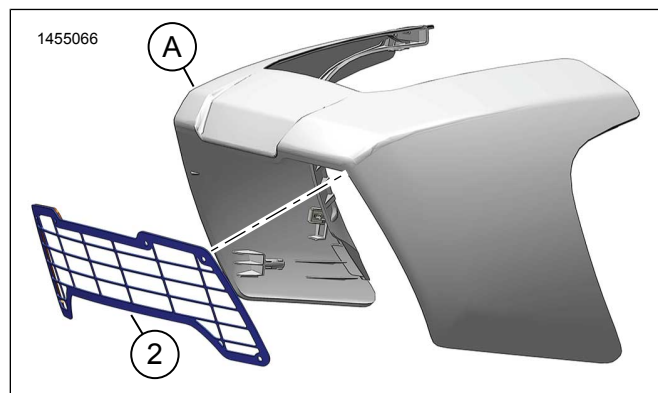

Figure 4.
3. Voir la Figure 4. Positionner l'assemblage de la grille (2) sur le carénage (A).